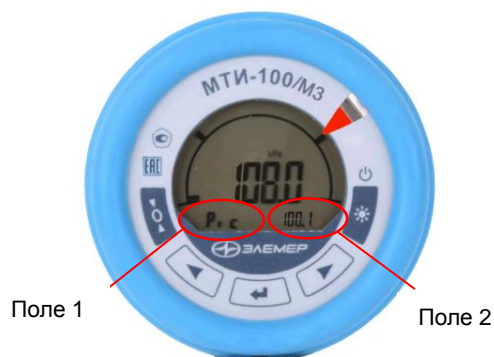

Рисунок 2.3
2.4.4.1. В МТИ-100/М3 кнопка «» предназначена для входа в меню выбора параметра отображения: заряд батареи питания «UbAt», детектор пиковых значений «Pic», отображение меток «Set», отображение диапазонов преобразования «diAP», отображение температуры МТИ и сенсора «t °C», отображение часов реального времени «rtc» (см. рисунок 2.3, таблицу 2.11) и для просмотра (выбора) меток в сторону возрастания, выбора параметров меню вперед и изменения значений параметров в сторону увеличения. Сохранение выбранного параметра отображения осуществляется нажатием кнопки «».